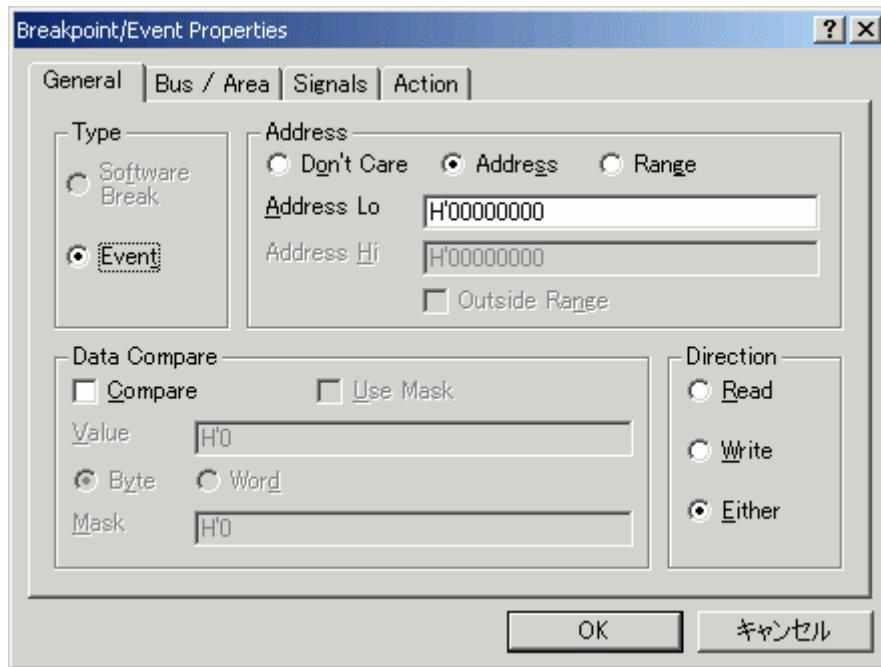

図 6-42 [Breakpoint/Event Properties]ダイアログボックス
- (2)トレースを取得するメモリの範囲を指定する為に、イベントを登録します。[General]ページの[Trace Events]グループボックスにある[Add...]ボタンをクリックして[Breakpoint/Event Properties]ダイアログボックスを表示します。（図 6-42 [Breakpoint/Event Properties]ダイアログボックス）
- (3) [Breakpoint/Event Properties]ダイアログボックス-[General]ページの[Address]グループボックスの[Range]ラジオボタンをクリックし、[Address Lo]エディットボックスにtutorial 関数で定義している変数 a が割りついているアドレスを[ローカル]ウィンドウで参照し入力してください。本例では H'00FFEF80 を入力します。また、[Address Hi]エディットボックスには[Address Lo]エディットボックスに入力したアドレスに H'27 を加算したアドレスを入力してください。本例では、H'00FFEFA7 を入力します。この設定により tutorial 関数の変数 a のメモリ領域を指定したことになります。
- (4)同様に[Direction]グループボックスの[Write]ラジオボタンをクリックし、設定した範囲に対するライトサイクルを指定します。これでメモリの範囲指定は終了です。[OK]ボタンをクリックし、[Breakpoint/Event Properties]ダイアログボックスを閉じます。